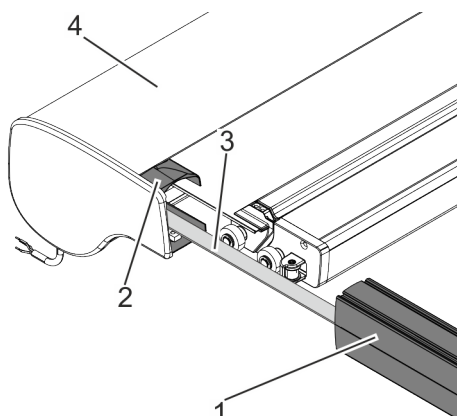

Abb. 25: Führungsschiene einfädeln
3. ➔ Führungsschiene (Abb. 25/1) bis zum Anschlag in den Seitendeckel (Abb. 25/2) einschieben.
Bei Bedarf das Kassettendach (Abb. 25/4) öffnen und den Bandlauf prüfen.
5. ➔ Gegenzugband (Abb. 25/3) entlang der Führungsschiene (Abb. 25/1) verlegen.